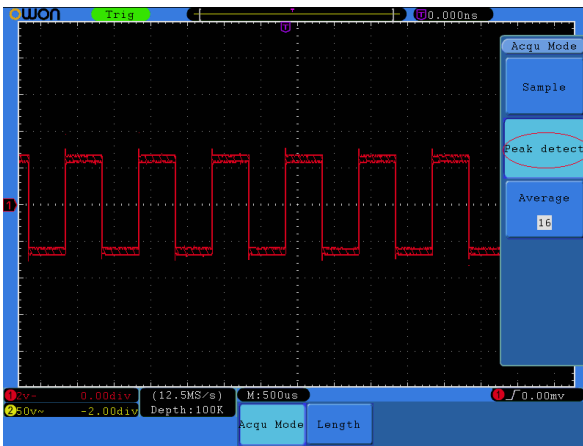

Рисунок 7.4. Сигнал, содержащий шум
- В отображенном на дисплее сигнале, содержащем шум, применение функции **Peak Detect** и изменение горизонтальной развертки, замедляющее входной сигнал, позволяет обнаружить все существенные шумовые пики (см. рисунок 7.4).